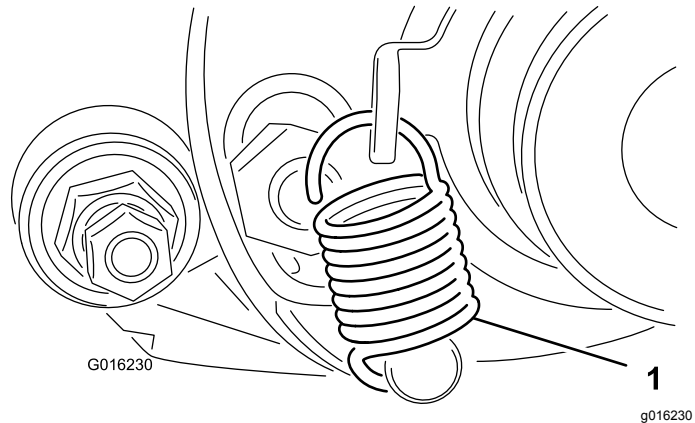

Figura 16
1. Ruotate la puleggia tendicinghia sinché non è possibile agganciare la molla della leva del cambio nel foro della staffa della puleggia e sul prigioniero come mostrato in Figura 16.